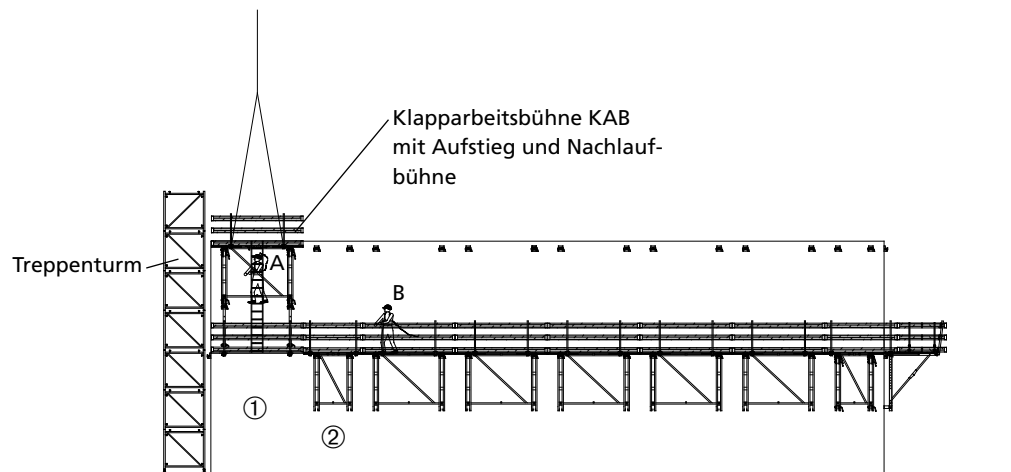
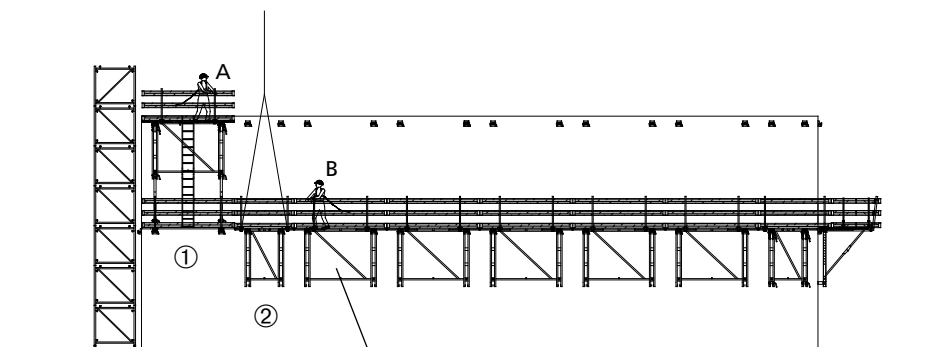

Abb. 30.1
Abb. 30.2
7. Person A steigt durch den Aufstieg nach oben (Abb. 30.1) und entfernt das Kranseil. Person A verbleibt, durch die persönliche Schutzausrüstung gegen Absturz (PSAgA) gesichert, auf der soeben hochgezogenen Bühne (1) (Abb. 30.2).
8. Person B hängt die nächste Bühne (2) am Kranseil ein, entsichert den Einhängeschuh KAB und verlässt die Bühne (2) (Abb. 30.2).